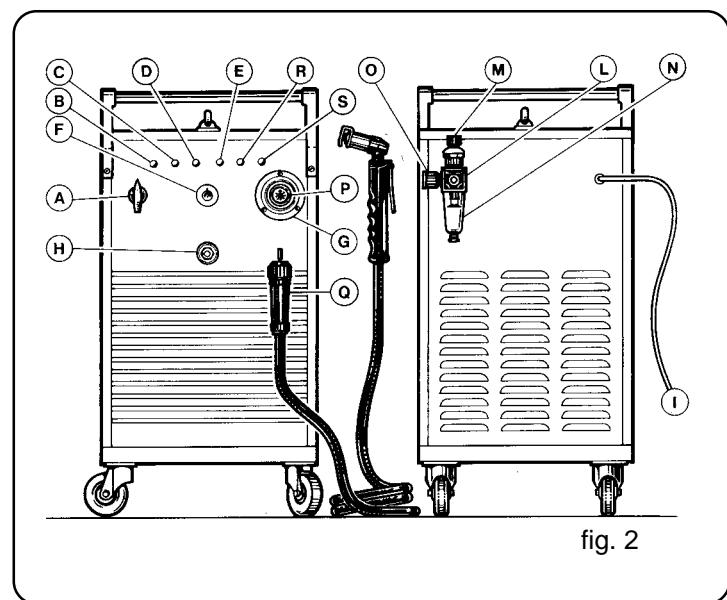

fig. 2
b) En cas de branchement avec fiche, utiliser une fiche de capacité adéquate par rapport aux données de la plaque. Dans ce cas la fiche doit être utilisée pour débrancher complètement la machine du réseau, après avoir positionné l'interrupteur **A** sur «O» (fig.2). Le conducteur vert/jaune doit être raccordé à la borne de terre.
pour éviter les surcharges; il est placé sur les enroulements du transformateur de puissance et mis en évidence par l'allumage de la lampe témoin **C** (voir fig. 2).
pour éviter que la machine travaille à une pression de l'air insuffisante. Il est placé sur l'alimentation de la torche et mis en évidence par la lampe témoin **D** (voir fig. 2).
E (voir fig. 2).